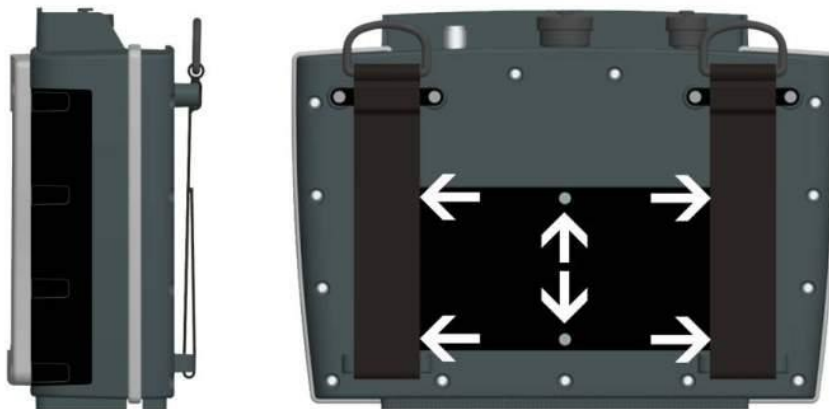

Figure 1
2. Retirer les 6 vis à tête fraisée M3 x 10 Posi comme illustré à la figure 1 à l'aide d'une douille Posi Bit n°1.